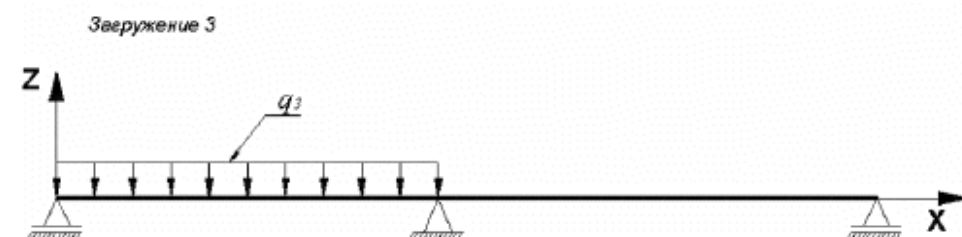

Рис.7.5. Схема загрузки 3 балки
- загрузка 3 – равномерно распределенная в первом пролете $q_3 = 0.87$ т/м (рис.7.5);